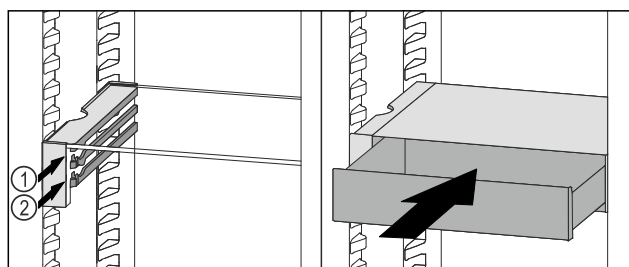

Fig. 43
- ▶ Zásuvku VarioSafe nasadte za zarážkami na požadovanom rebre Fig. 43 (1) alebo Fig. 43 (2).